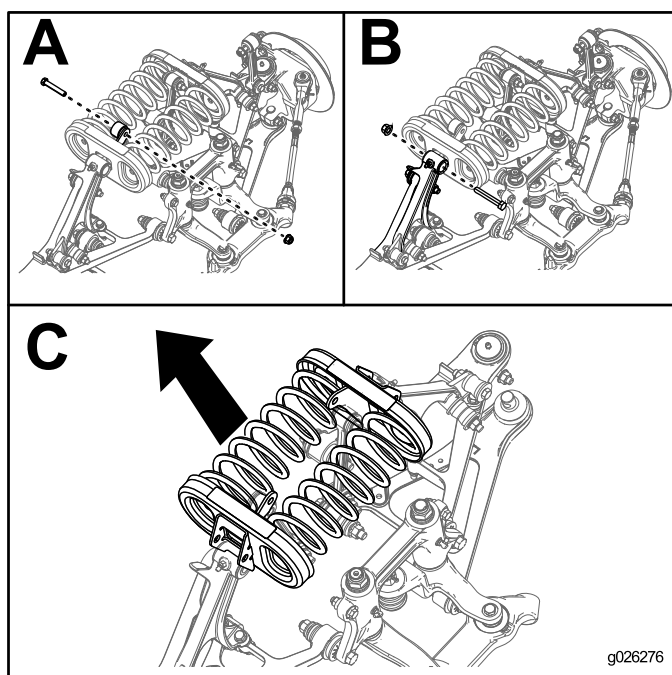

Figura 20
5. Retire os parafusos e porcas de cada extremidade do elo estabilizador como se mostra na Figura 20; Caixa A.
6. Retire os parafusos e porcas do braço de controle que prende cada cavidade de mola como se mostra na Figura 20; Caixa B.
7. Retire as cavidades de mola e molas da máquina como se mostra na Figura 20; Caixa C.